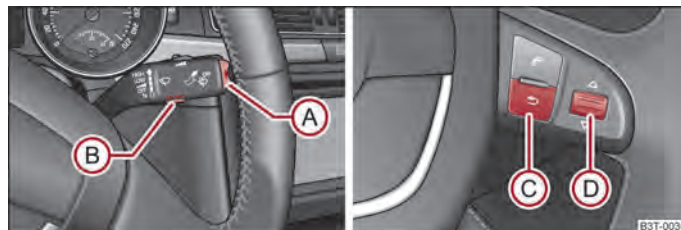

Fig. 7 Pantalla informativa: Elementos de mando en la palanca del limpiaparabrisas/elementos de mando en el volante multifunción
- El **Menú principal** se activa pulsando la tecla basculante **A** ⇒ fig. 7 durante más de 1 segundo.
- El **Menú principal** se activa pulsando la tecla basculante **C** ⇒ fig. 7 durante más de 1 segundo.